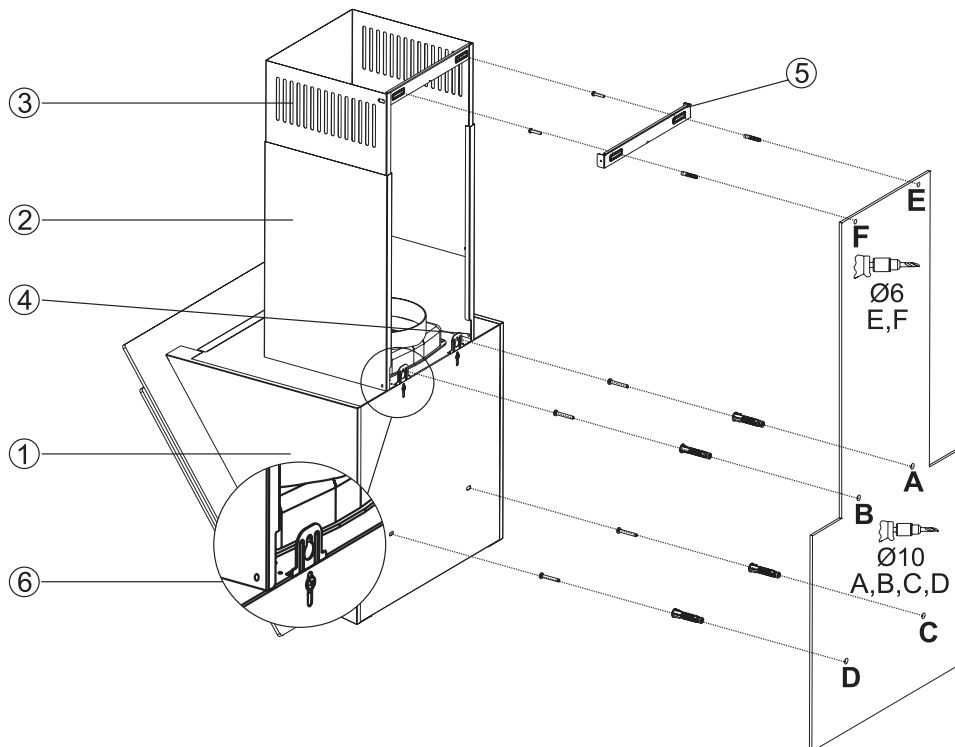

Abb. 2: Montageskizze
Der Elektroanschluss erfolgt an eine Steckdose, die meistens hinter dem Außenschacht oder Innenschacht (⇔ Abb. 2) positioniert wird.
- Löcher der Befestigungspunkte A, B, C und D bohren, Dübel einsetzen und die Schrauben an den Punkten A+B zu $\frac{3}{4}$ eindrehen (\Leftrightarrow Abb. 2). Die Montagelaschen oben hinten am Haubenkörper herausziehen und festschrauben.
Außenschacht - und Innenschacht (⇔ Abb. 2 S.14) werden nun montiert.